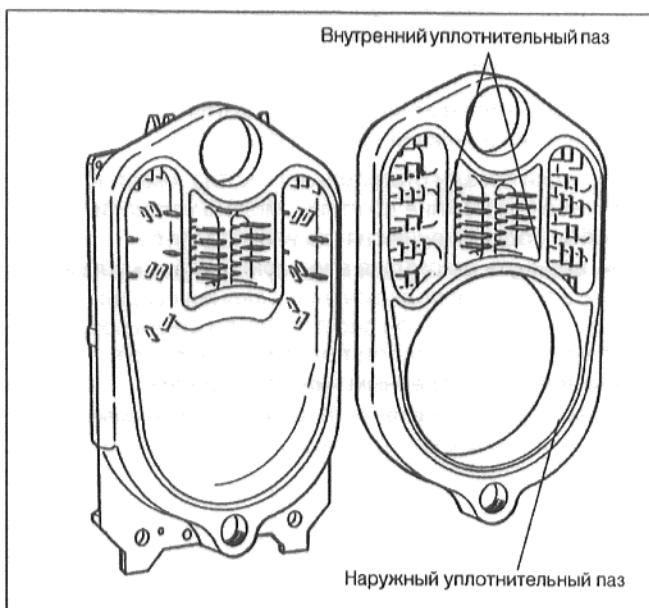

рис. 8
- Установить части блока (рис. 8) и закрепить от опрокидывания.
- Смазать грунтовочной краской наружные и внутренние пазы на обратной стороне средней секции (рис. 8).
- Вложить уплотнительный шнур в наружный паз, начиная с верхнего участка ступицы котла (рис. 8). При этом следить за тем, чтобы концы уплотнительного шнура плотно прилегали друг к другу. Концы соединяются путем легкого прижатия друг к другу.
- Вложить уплотнительный шнур во внутренние пазы секции котла (рис. 8).